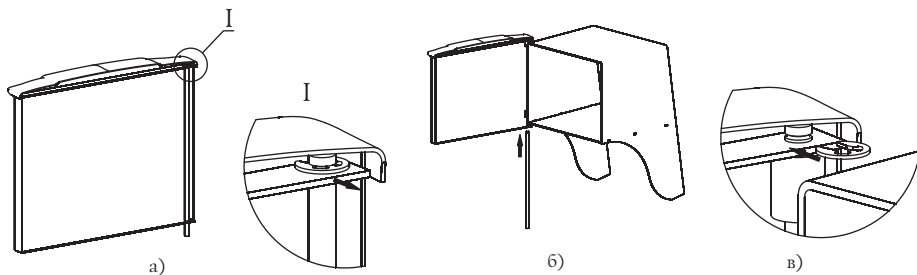

Рисунок 6. Установка дверцы при монтаже печи «Тунгуска 2011»
1. Извлеките ось из дверцы, предварительно сняв упорную быстросъемную шайбу, рисунок 6.а;
3. Вставьте ось через отверстия снизу вверх, с расположением канавки под шайбу в верхней части оси, рисунок 6.б;
4. Установите упорную быстросъемную шайбу в канавку на оси, рисунок 6.в;